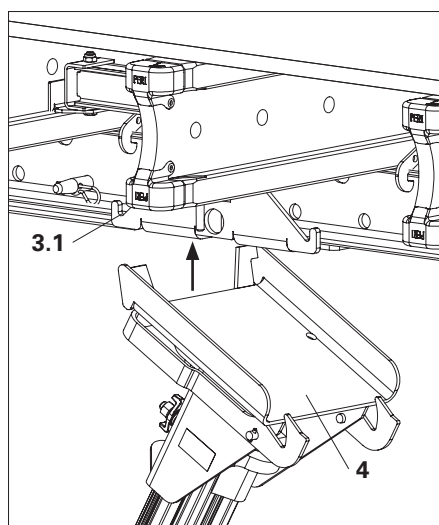

Fig. A2.05a
1. Agganciare il tavolo per solai (1) con l'imbracatura tessile (24) e sollevarlo.
2. Depositare il tavolo per solai (1) su una struttura ausiliaria stabile, ad es. il carrello per movimentazione tavoli 2 t.
3. Tenendo conto della sua direzione di movimento, agganciare il MULTIPROP MP (11) con la parte inferiore della testa VD (4) nei naselli (3.1) sulla parte centrale della testa VD (3). (Fig. A2.05a)